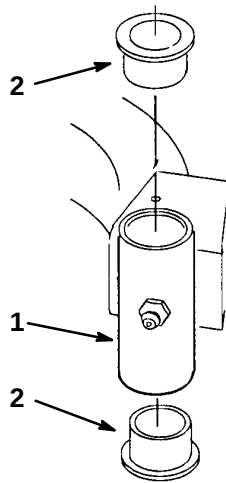

Figure 31
4. Introduire un chasse-goupille dans le fourreau et chasser prudemment les coussinets hors du tube (Fig. 31). Nettoyer l'intérieur du fourreau.